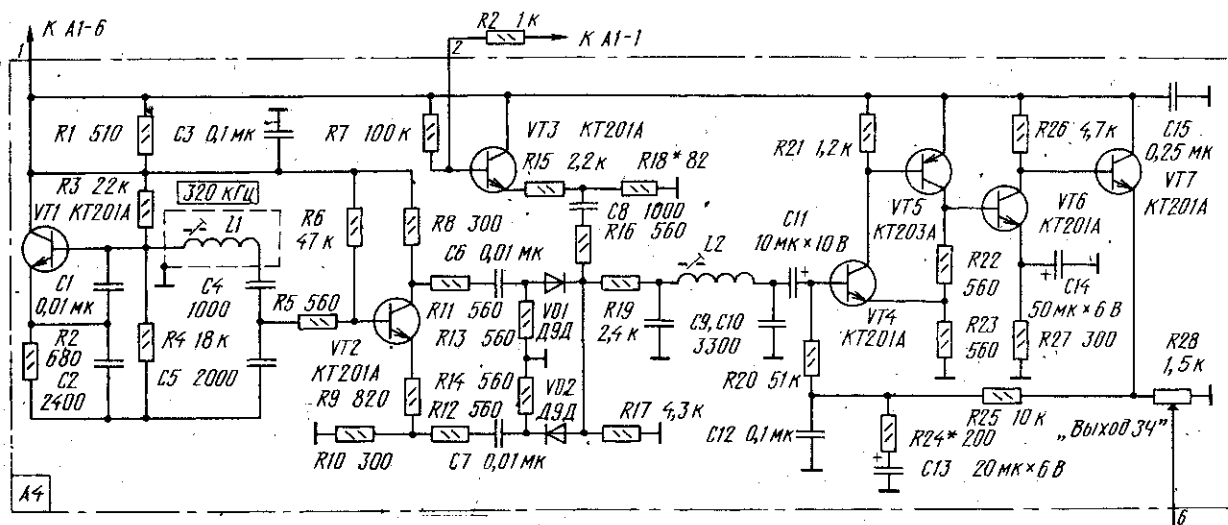

Рис. 4
**Формирователь сигнала ЗЧ и модуляционный генератор (А4).** В блок (рис.4) входит генератор стабильной частоты 320 кГц, выполненный по схеме емкостной трехточки на транзисторе VT1. Колебания генератора с емкостного делителя C4 C5 через буферный каскад на транзисторе VT2, одновременно выполняющий и функции формирования паразитных сигналов с частотой  $f_0$ , подаются на диодный смеситель (VD1 VD2). Общий точке включения диодов через эмиттерный повторитель на транзисторе VT3 с делителем R15 R18 поступает сигнал  $f_n$  задающего генератора с перестраиваемой частотой. В результате работы смесителя на нагрузке — резисторе R17 — формируются напряжения сигналов разностных частот  $(f_0 - f_n)$ , а также гармонических и комбинационных составляющих.